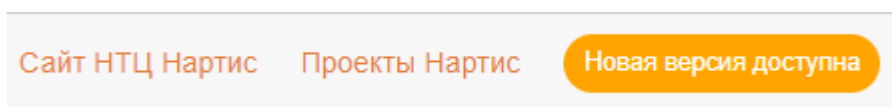

Рисунок 7 – Кнопка «Новая версия доступна»
8. При наличии новой версии конфигуратора в верхней части диалогового окна появится соответствующая кнопка с надписью «Новая версия доступна» (рисунок 7).